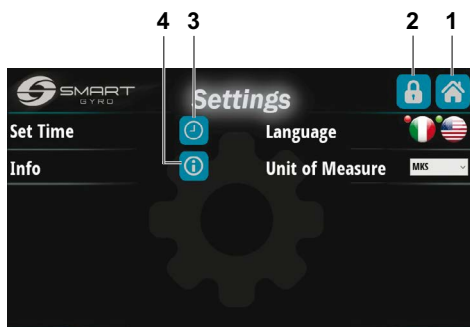
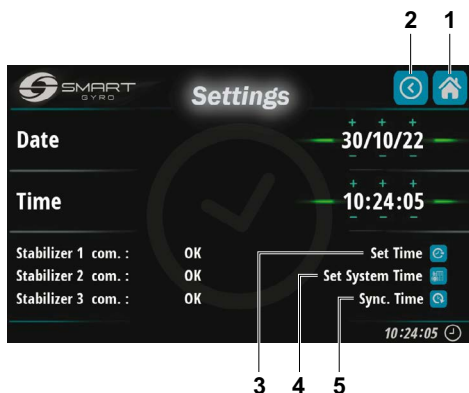

Figura 18
Figura 19
Premendo l'icona Impostazioni (Figura 17, (1)) si accede alla pagina delle Impostazioni (Figura 18).
Premendo l'icona Home in alto a destra (Figura 18, (1)) si torna alla pagina iniziale.
Premendo l'icona con il simbolo del lucchetto (Figura 18, (2)), si accede a una pagina protetta da password (accessibile solo al personale di assistenza) per l'ispezione/modifica di alcuni parametri interni a cui si accede tipicamente durante la prima installazione del giroscopio.
Premendo l'icona Imposta ora con il simbolo dell'orologio (Figura 18, (3)), si accede alla pagina di impostazione dell'ora e della data (Figura 19).
Una volta impostate la data e l'ora, i dati vengono salvati nella memoria non volatile della Control Box del giroscopio premendo l'icona in alto in basso a destra (Figura 19, (3)).
Premendo l'icona centrale (Figura 19, (4)) si salvano l'ora e i dati nella memoria non volatile del display.
Infine, premendo l'icona in basso (Figura 19, (5)) si cancellano i dati e si visualizza sullo schermo la data e l'ora corrente letta dall'orologio a tempo reale incluso nella scatola di controllo del giroscopio.
Premendo l'icona Home in alto a destra (Figura 19, (1)) si torna alla pagina iniziale.
Premendo l'icona Indietro nell'angolo in alto a destra (Figura 19, (2)) si torna alla pagina Impostazioni (Figura 18).
Premendo l'icona Info (Figura 18, (4)), è possibile visualizzare le versioni del firmware sia del display che della scheda di controllo (installata sull'unità giroscopica) (Figura 22).